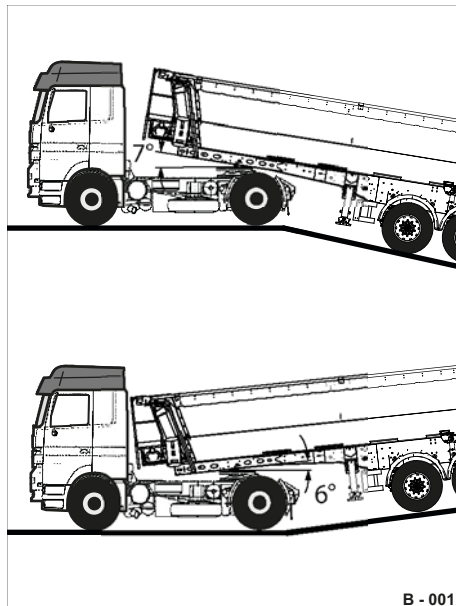
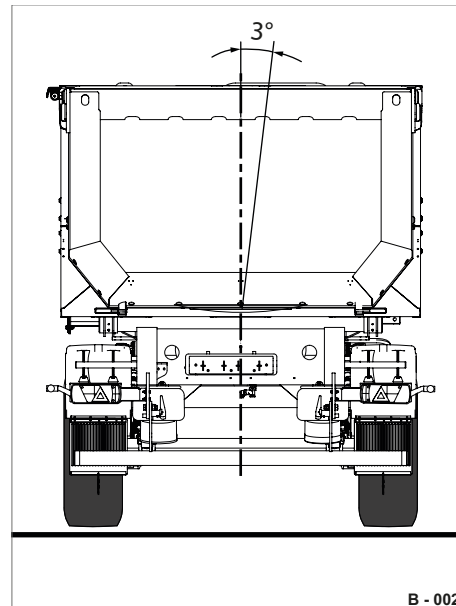

Abb. 1 Vertikaler Neigungswinkel
Abb. 2 Seitlicher Neigungswinkel
- ▶ Halten Sie die nach DIN ISO 1726 festgelegten Neigungswinkel von 6 Grad nach vorn (Abb. 1) 7 Grad nach hinten, 3 Grad seitlich (Abb. 2) ein.